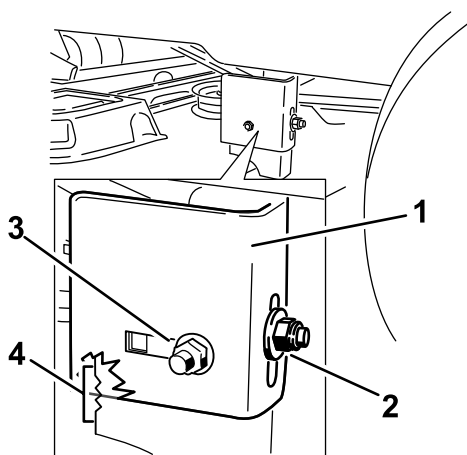
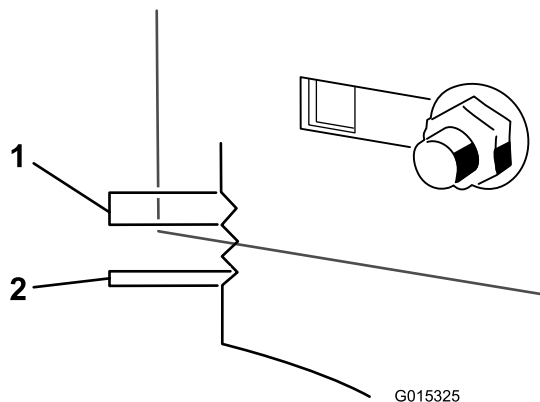

Figura 62
Figura 63
8. Allentate il dado di bloccaggio posteriore sul supporto di sospensione (Figura 62).
9. Allentate il dado di bloccaggio laterale sul supporto di sospensione appena a sufficienza per poter regolare la sospensione (Figura 62). Utilizzate le tacche sulla staffa saldata per prendere le misure delle regolazioni. La superficie di ciascuna tacca corrisponde a 6 mm, mentre un singolo lato corrisponde a 3,2 mm (Figura 63). Regolate l'altezza del piatto di taglio sul valore desiderato.
10. Fermate il piatto di taglio nella posizione regolata e serrate il dado di bloccaggio laterale sul supporto di sospensione per fissare la nuova posizione (Figura 62). Serrate il dado di bloccaggio posteriore sul supporto di sospensione.